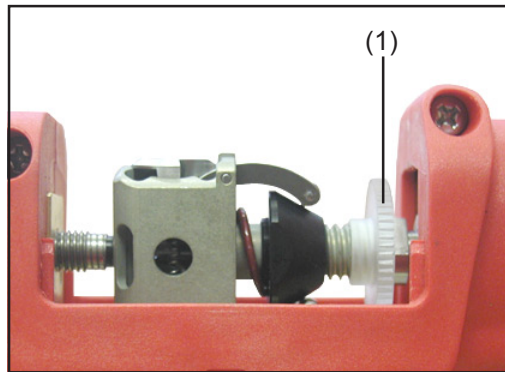

Fig.44 Couplage du PT-Drive
- Visser l'écrou moleté (1) dans la position d'origine (B) - voir fig. 44